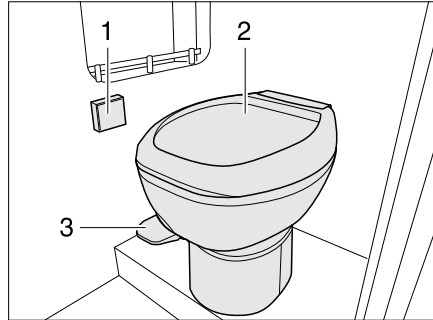
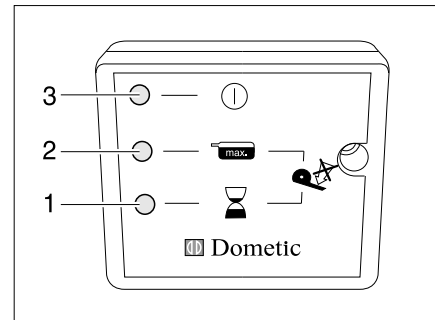

Bild 242 Vakuum-Toilette
Bild 243 Panel Vakuum-Toilette
- Die Stromversorgung einschalten. Auf dem Panel (Bild 243,1) leuchtet ca. 1 Minute lang die gelbe LED (Bild 243,1). Im System wird ein Vakuum erzeugt.
- Wenn die grüne LED (Bild 243,3) am Panel aufleuchtet, das Pedal (Bild 242,3) kurz anheben, damit etwas Wasser in die Toilettenschüssel (Bild 242,2) läuft und der Verschluss am Boden mit Wasser bedeckt ist.
- Das Pedal (Bild 242,3) für wenige Sekunden nach unten drücken.
- Das Pedal kurz anheben, damit etwas Wasser in die Toilettenschüssel (Bild 242,2) läuft und der Verschluss am Boden mit Wasser bedeckt ist.
Die rote LED (Bild 243,2) leuchtet, wenn die Kassette entleert werden muss oder entnommen wurde.